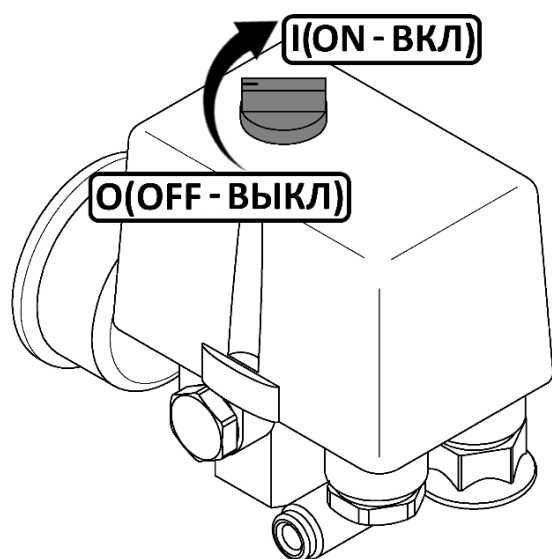

Рисунок 2
- Проверьте, чтобы выключатель на реле давления находился в выключенном положении "O" или "OFF", в зависимости от исполнения (рис. 2).
- Выключить компрессор выключателем 3 на реле давления (рис 3-7). Для этого необходимо переключить выключатель в положение "O" или "OFF", в зависимости от исполнения (рис. 2). После этого остановится электродвигатель и произойдет сброс давления из нагнетательного воздухопровода и поршневого блока.
- Переключите выключатель **3** на реле давления (рис. 3-7) в положение "О" или "OFF", в зависимости от исполнения (рис. 2).